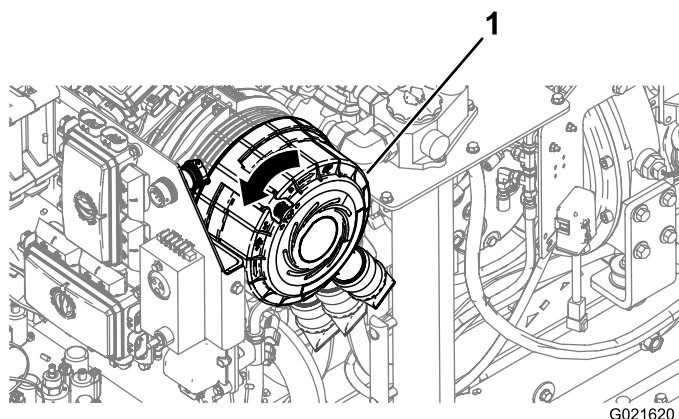

Figure 79
6. Faites pivoter le couvercle du filtre dans le sens antihoraire pour placer le capuchon antipoussière à la position 4 heures (Figure 79).
4. Faites pivoter le couvercle du filtre à air dans le sens horaire pour placer le capuchon antipoussière à la position 4 heures (Figure 79).
5. Poussez vers l'intérieur le verrou situé sur le couvercle du filtre à air jusqu'à ce qu'il soit complètement engagé (Figure 79).